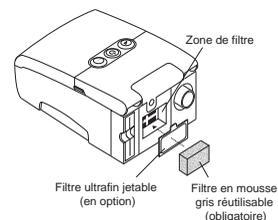

FIGURE 7-2 RÉINSTALLATION
6. Réinstallez les filtres, en plaçant d'abord le filtre blanc ultra-fin le cas échéant, comme l'illustre la Figure 7-2.